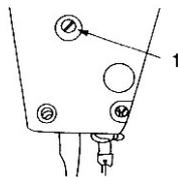

Fig. 21
15. AJUSTE DA ALTURA DO CALCADOR (FIG. 21)